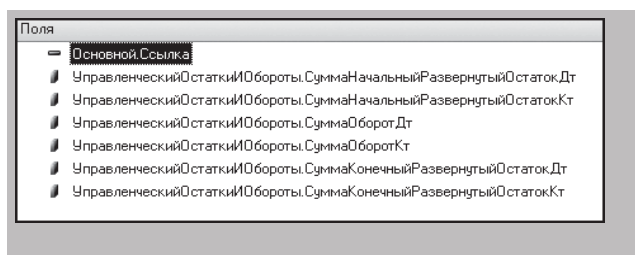

Рисунок 24.2 - Выбранные поля отчета ОСВ
3. Из таблицы **Основной** мы выберем поле **Ссылка**, а из таблицы **Управленческий.ОстаткиИОбороты** возьмем следующие поля (рисунок 24.2):